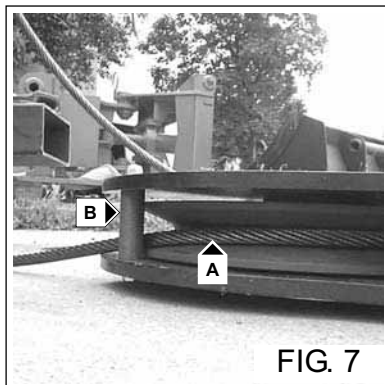

FIG. 7
- Introduire la corde de la moufle (Fig. 7/8 - Réf. A) (la corde doit passer entre la poulie et les deux tourillons (Fig. 7/8 - Réf. B).
- Insert the rope in the block (Fig. 7/8 - Ref. A) (the rope must pass through the pulley and the two pins (Fig. 7/8 - Ref. B).
- Introducir el cable en la polea (Fig. 7/8 - Ref. A) (el cable debe pasar entre la polea y los dos pernos (Fig. 7/8 - Ref. B).